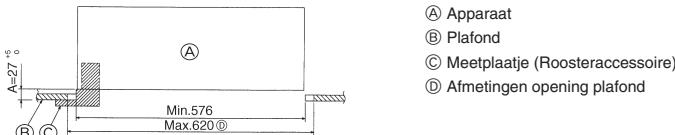

Fig. 4-6
- Als u het apparaat niet exact tegen het gat in het plafond kunt ophangen, dan kunt u het verschuiven door middel van een gatje in de ophangplaat. (Fig. 4-6)